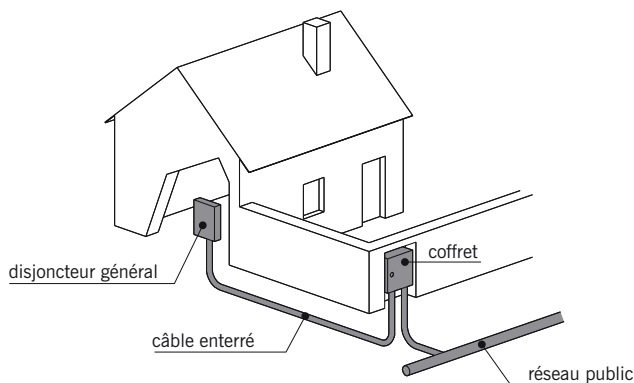

fig. 16.1
- **Souterrain** si le réseau de distribution est enterré (fig. 16.1).